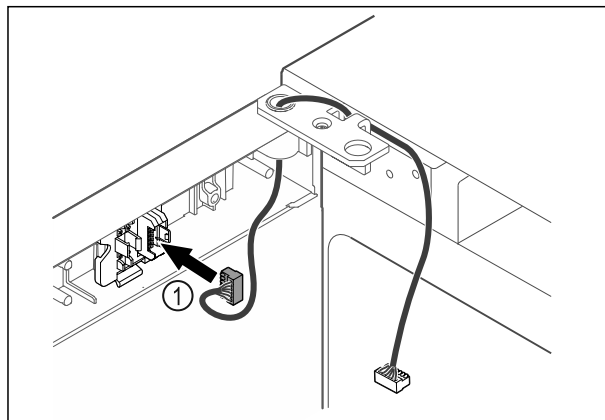

Fig. 49
- Utaknite utikač Fig. 49 (1) u držač utikača.